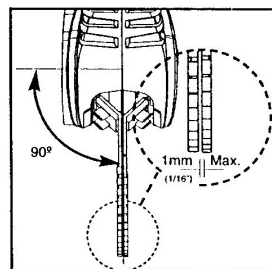

Fig.4
- Kontrollera att tändarna mellan bladen har en distans på ca 1 mm (se fig. 4). Ifall glappet mellan bladen är för brett eller för smalt demontera bladen och juster försiktigt vinkeln på bladen. Montera bladen och kontrollera igen.
- Se till att båda bladen sitter vertikalt i förhållande till maskinen. (se fig. 4)